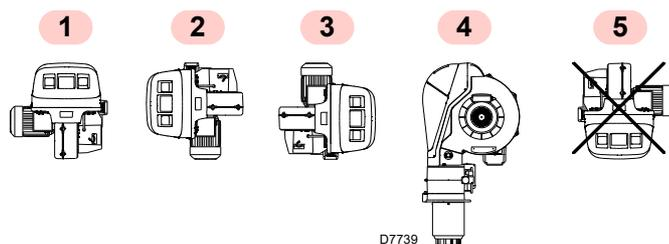

Fig. 13
- Il bruciatore è predisposto esclusivamente per il funzionamento nelle posizioni **1, 2, 3 e 4** (Fig. 13).